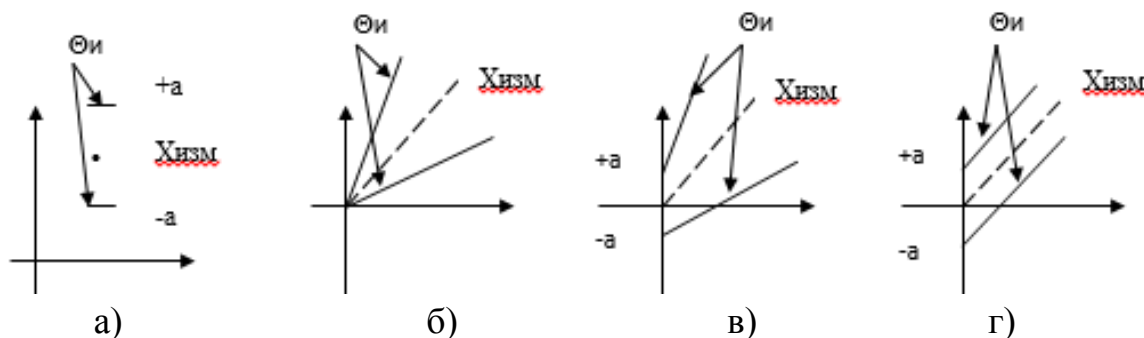

Рисунок 2.4.1 – Изменение инструментальной погрешности $\Theta_{и}$ при изменении результата измерения $X_{изм}$
1. Обозначение класса точности **прописными латинскими буквами (С, М...)** или **римскими цифрами (I, II...)**, означает, что для СИ установлен предел допускаемой **основной абсолютной погрешности** (рис.2.4.1, а).
2. Обозначение класса точности, например, $\textcircled{1}$ означает что $\Theta_{и}$ (мультипликативная) изменяется пропорционально изменению $X_{изм}$, а класс точности обозначают через **относительную погрешность средства измерений δ** (рис.2.4.1, б):
3. Обозначение класса точности, например, **0,02/0,01**, означает что $\Theta_{и}$ (мультипликативная) изменяется пропорционально изменению $X_{изм}$, а класс точности обозначают через **относительную погрешность средства измерений δ** (рис.2.4.1, в):
4. Обозначение класса точности, например, **2,5** – для СИ с равномерной шкалой или **√2,5** – для СИ с неравномерной шкалой означает, что $\Theta_{и}$ (аддитивная) не изменяется с изменением $X_{изм}$, относительная погрешность $\delta \% \neq \text{const}$, поэтому класс точности обозначают через **приведенную погрешность средства измерений** (рис.2.4.1, г)